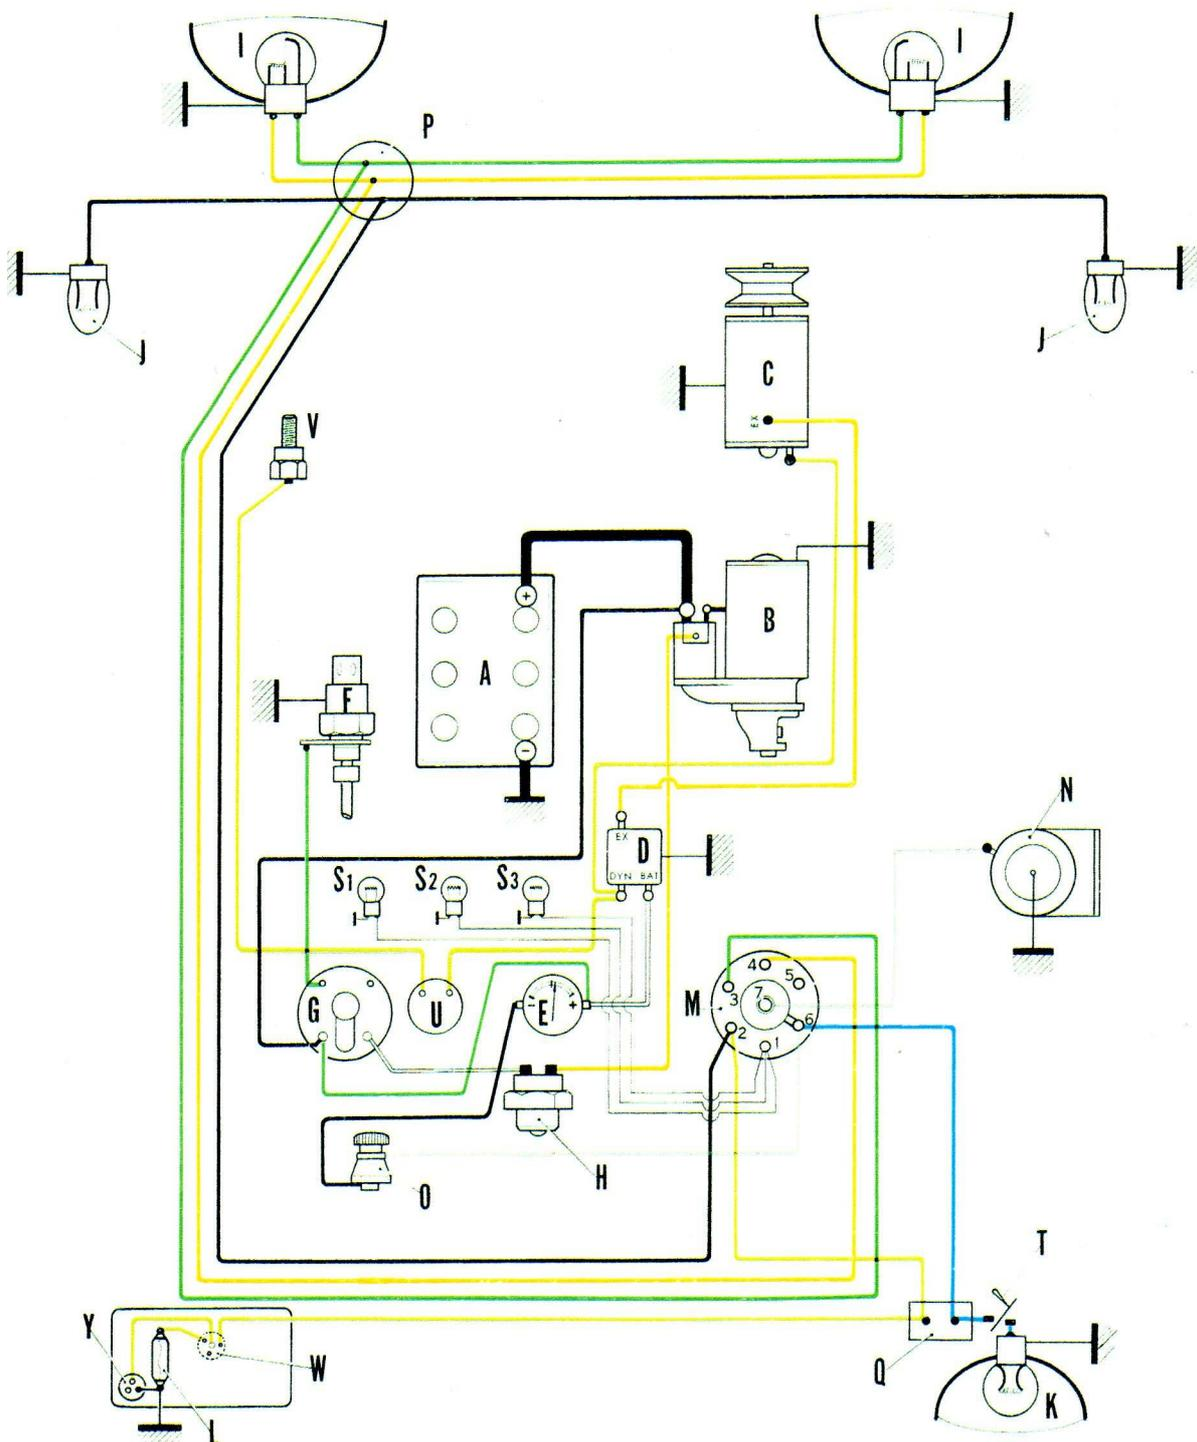

Fig. 1
- 1° Le réservoir étant habillé de ses pattes de raidissement, de son bol décanteur et de son réservoir de thermostart, le mettre en place en s'assurant que le téton de positionnement situé sur le côté droit, à la partie supérieure du radiateur, est bien engagé dans la patte de raidissement droite (voir fig. 1, chapitre Q, page 3).
Le circuit de démarrage et d'alimentation comprend (fig. 1) :